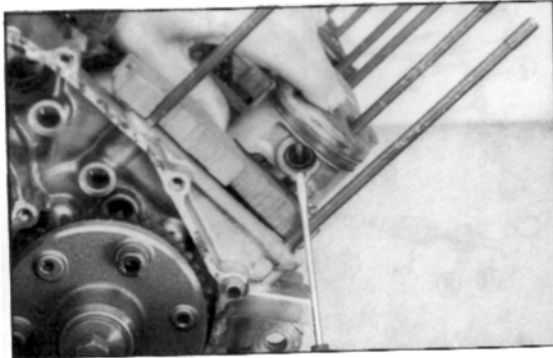

Bild 143
- Kolbenbolzen-Sicherungsring aushebeln, siehe Bild 143.